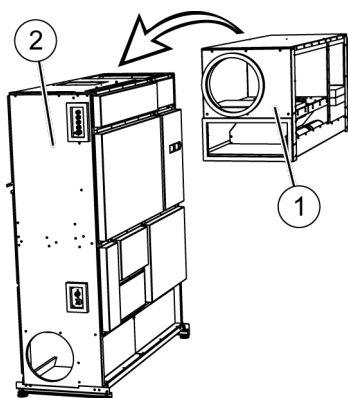

Abb. 31: Ober- und Unterteil
- 17.** Zu zweit das Oberteil (Abb. 31/1) an den seitlichen Handgriffen anpacken und auf das Unterteil (Abb. 31/2) heben.